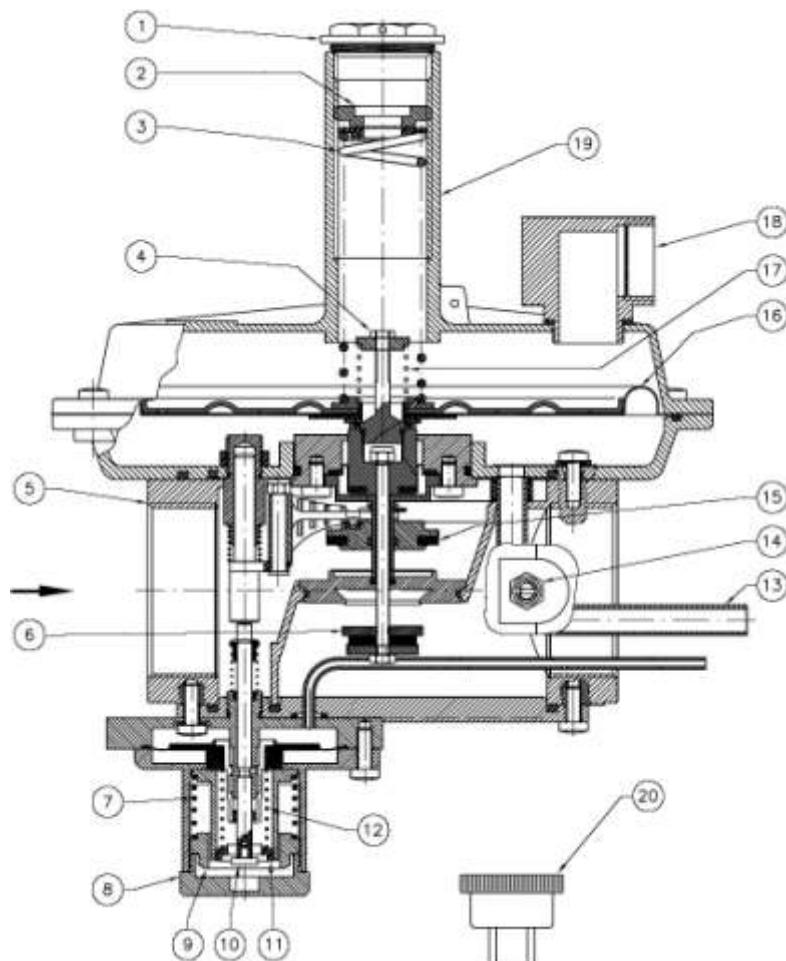

Рис. 1
Регулятор (рис. 1) состоит из: запорный колпачок (регулятор) (1); регулировочный винт выходного давления (2); пружина настройки выходного давления (3); настройка сбросного клапана (4); корпус (5); затвор регулятора (6); пружина настройки ПЗК по избыточному давлению (7); защитный колпачок (ПЗК) (8); регулировочный винт ПЗК по избыточному давлению (9); рычаг взвода ПЗК (10); настройка ПЗК по недостаточному давлению (11); пружина настройки ПЗК по недостаточному давлению (12); встроенная импульсная трубка (13); штуцер измерения давления на выходе (14); затвор ПЗК (15); рабочая мембрана (16); пружина сбросного клапана (17); сбросное отверстие избыточного давления G 3/4" (18); воронка (19); ключ для настройки ПЗК (20).
Регулятор (рис. 1) состоит из: регулировочный винт выходного давления (1); пружина настройки выходного давления (2); пружина настройки ПСК (3); верхний диск мембраны (4); винты (5); корпус (6); защитный колпачок ПЗК (7); затвор ПЗК (8); нижняя крышка (9); гайка обтюратора (10); корпус отсека мембранны (11); компенсирующая мембрана (12); пружина возврата штока ПЗК (13); рабочая мембра ПЗК (14); пружина настройки ПЗК по избыточному давлению (15); регулировочный винт ПЗК по избыточному давлению (16); настройка минимального предела ПЗК (17); регулировочный винт ПЗК по недостаточному давлению (18); пружина настройки ПЗК по недостаточному давлению (19); воронка (20); шток обтюратора (21); обтюратор (22); штуцер измерения давления на выходе (23); рабочая мембра (24); антипылевой колпачок (25); винт настройки ПСК (26); защитный колпачок (регулятора) (27); ключ для настройки ПЗК (28).